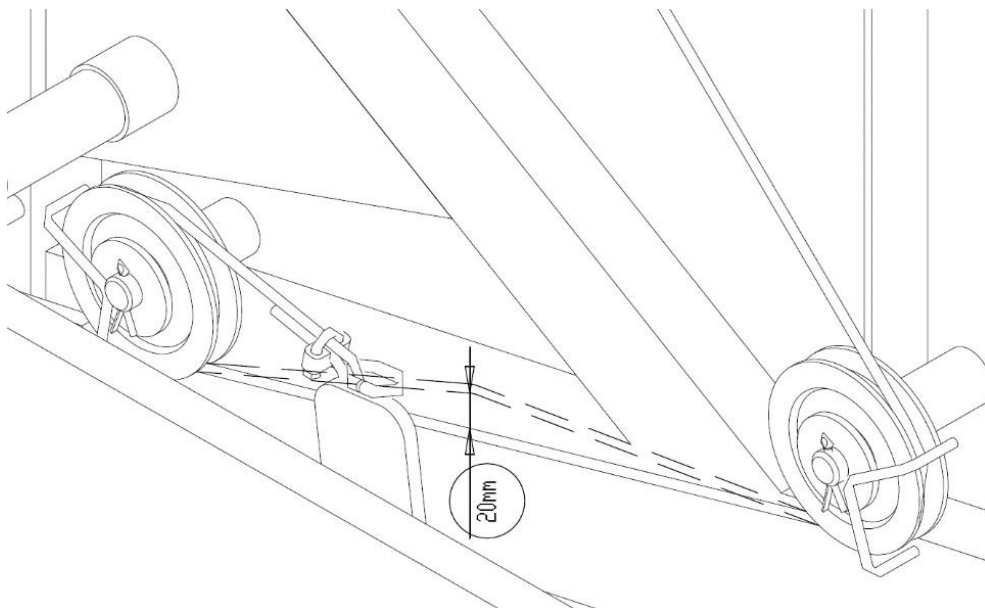

Abbildung 28. Strohaufnahme - Vorbereitung der Maschine
- Die vom Hersteller empfohlene Seilspannung darf maximal 20 mm betragen, wie in Abbildung 28 dargestellt;